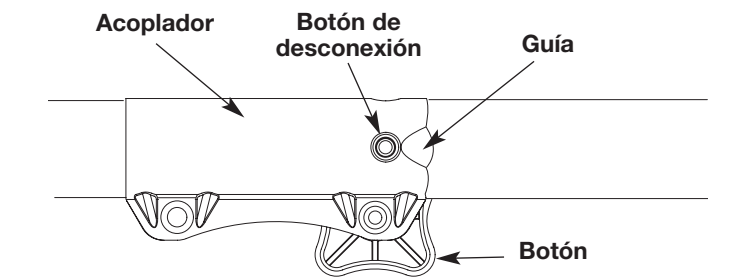

Fig. 3
NOTA: La alineación del botón de desconexión con la guía ayuda en la instalación (Fig. 3).
4. Apriete el botón girándolo hacia la derecha (Fig. 3). El accesorio deberá instalarse con el botón de desconexión en el **orificio primario**.
2. Oprima y sostenga oprimido el botón de liberación (Fig. 3).